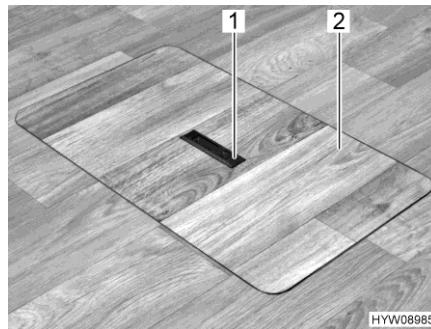
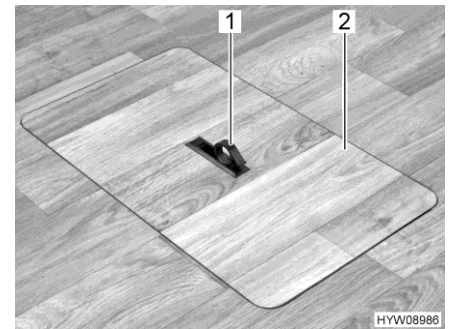

Bild 52 Service-Abdeckung (Griff versenkt)
Bild 53 Service-Abdeckung (Griff herausgeschwenkt)
- Auf einer Seite Griffplatte (Bild 52,1) nach unten drücken. Der Griff (Bild 53,1) schwenkt nach oben.
- Service-Abdeckung (Bild 53,2) nach oben abnehmen.
- Service-Abdeckung (Bild 53,2) in den Rahmen im Boden einsetzen.